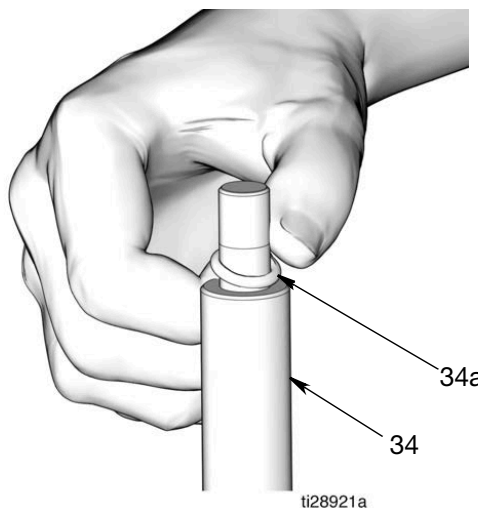

FIG. 30
5. Applicare un sottile strato di grasso all'O-ring (34a). Installare l'O-ring sulle scanalature dell'asta del pistone (34) (FIG. 30).